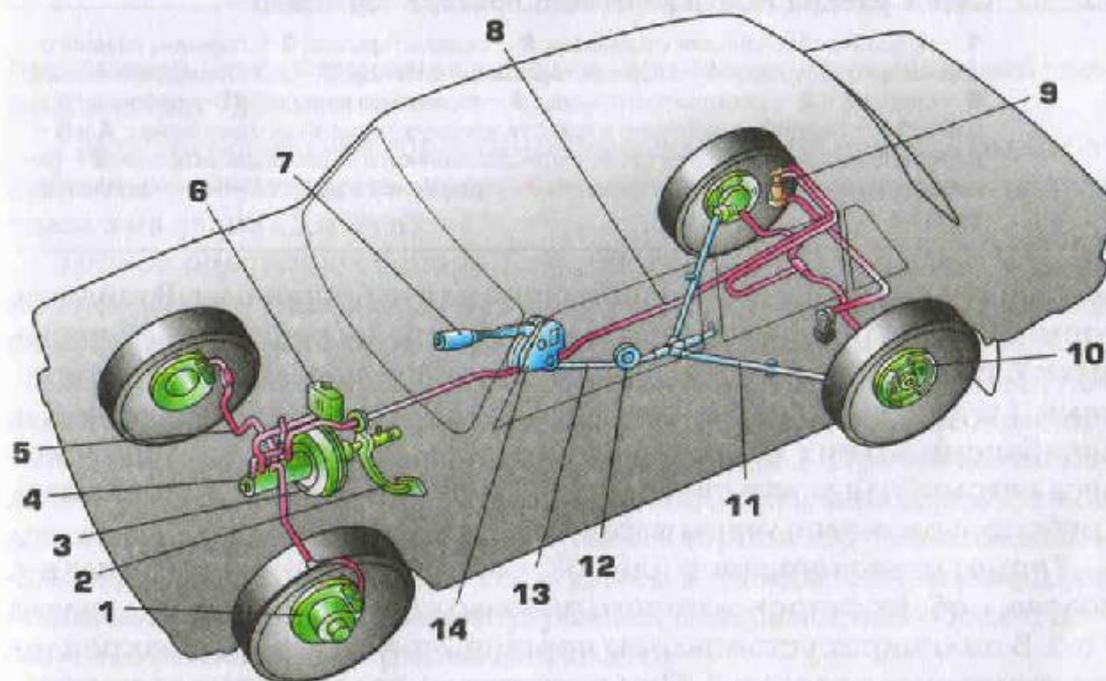
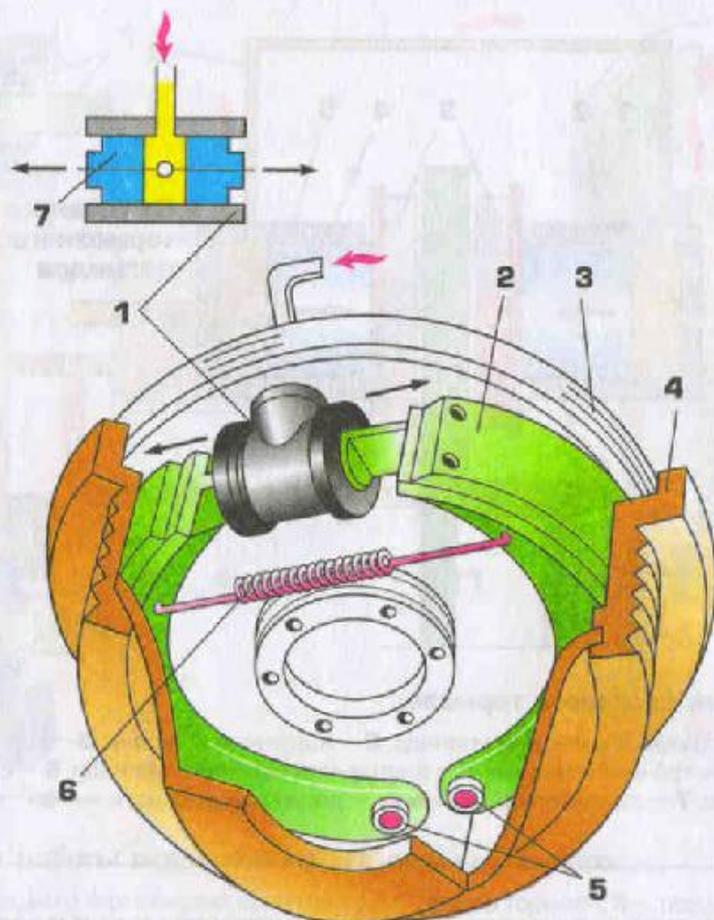

Рис. 36. Расположение тормозной системы на автомобиле ВАЗ-2105:
Рис. 39. Колесный барабанный тормоз:
В общем виде тормозная система состоит из тормозных механизмов и их привода (рис. 36).
Тормоз барабанного типа (рис. 39) состоит из барабана 4, двух колодок 2, стянутых между собой пружиной 6, и колесного цилиндра 1, закрепленного на неподвижном тормозном щите 3 колеса.
При торможении замедление вращения передних колес происходит с некоторым опережением относительно задних. Это сделано с целью предотвращения заноса автомобиля. Устройство, обеспечивающее это опережение, называется регулятором давления 9 (см. рис. 36) в приводе задних тормозов. Степень опережения зависит от загрузки автомобиля, поэтому регулятор жестко связан с одним из элементов задней подвески.
**Стояночный тормоз.** Служит для удержания автомобиля в неподвижном состоянии во время остановки или стоянки. Рычаг 7 (см. рис. 36), расположенный, как правило, справа от сиденья водителя, связан тросами 11 и 13 с рычагами, установленными в барабанах тормозных механизмов задних колес. При перемещении рычага в верх колесных тормозов рычаги под воздействием тросов сдвигают тормозные колодки, прижимая их к барабанам. Для растормаживания задних колес следует нажать на кнопку в торце рычага 7 привода и опустить рычаг до упора. Под действием стяжных пружин 6 (см. рис. 39) тормозные колодки 2 займут исходное положение.